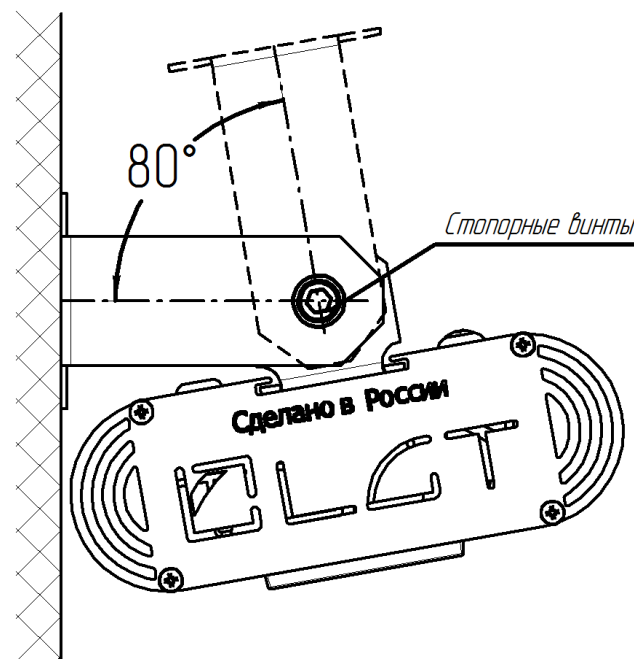

Рис. 2
- 3) Отвернуть поворотную скобу в сторону поверхности установки до упора (Рис. 2). Максимальный угол поворота скобы на светильнике 80°.